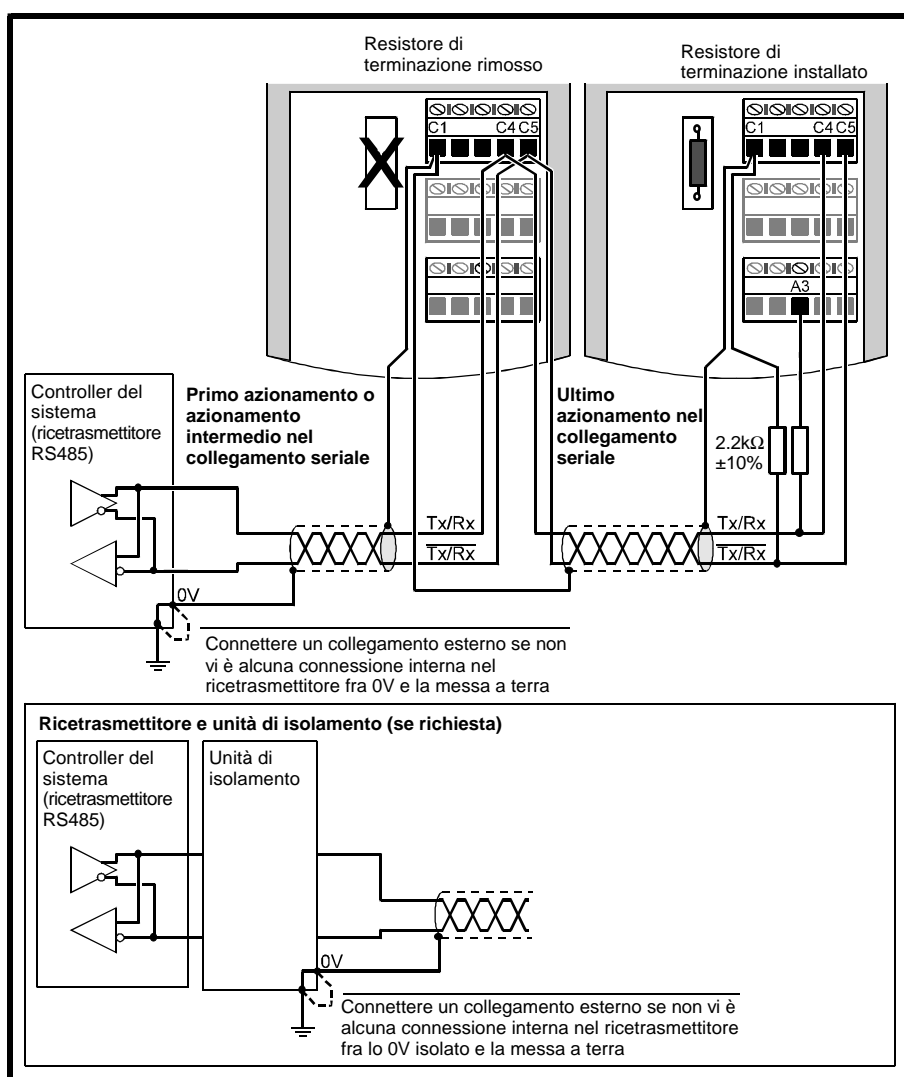

Figura 4–11 Collegamenti RS485 a 2 fili per comunicazioni seriali
- 3 Il cavo delle comunicazioni seriali deve essere schermato. Collegare la schermatura/e come illustrato nella Figura 4–11.